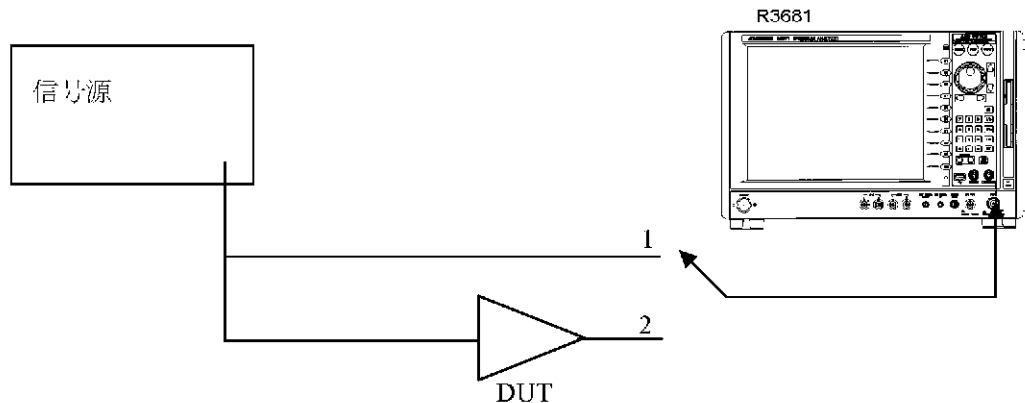

図 4-16 イコライザを使った変調解析の接続図
1. 図 4-16 で信号経路を 1 に設定し、4.1 節、または 4.2 節で示した手順によって、測定を行います。
9. 図 4-16 で信号経路を 2 に切り替え、正面パネルの **SINGLE** ボタンか、ソフト・メニュー・バーの **A/D Capture** キーを押します。Multi Frame モードの場合、測定結果が表示されます。